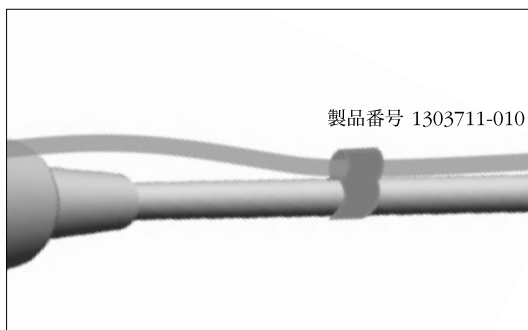

図9
L. 固定クリップ(製品番号 1303711-010)を使用してモータ用ケーブル上にのイリゲーションチューブを固定します(図9)。